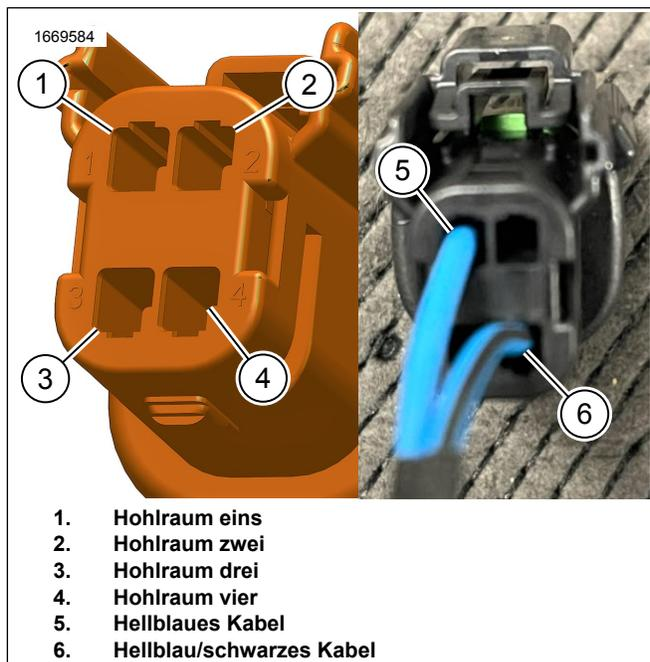

Abbildung 22. Neuverkabelung Kabelbaum 69203031
1. Siehe Abbildung 22. Mit Spezialwerkzeug die Kontakte vom Steckverbinder entfernen.